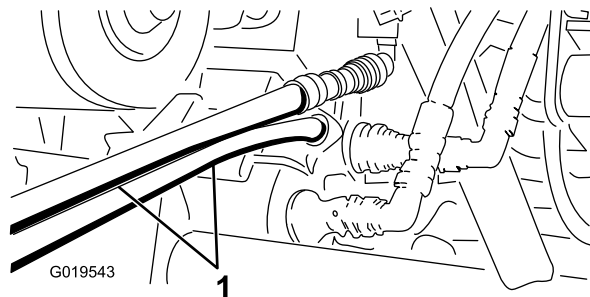

Figura 71
- Na outra máquina, ligue as duas mangueiras ao acoplador que ainda se encontra no suporte de acoplamento (ligue a mangueira superior ao acoplador superior e a mangueira inferior ao acoplador inferior) (Figura 71).